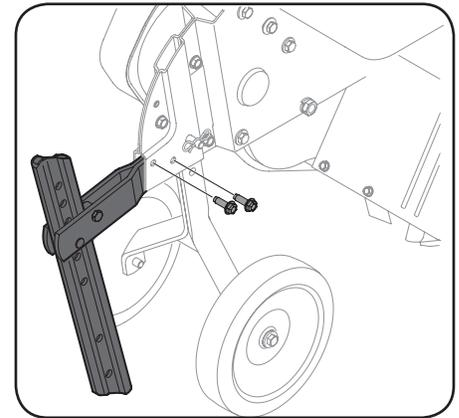

Figure 3-4
2. Retirez à présent les deux boulons du support. (Figure 3-4)
3. Insérez la fourche de la tige de profondeur dans le support, à l'arrière du carter de chaîne, puis remettez les boulons retirés à l'étape 2. (Figure 3-4)